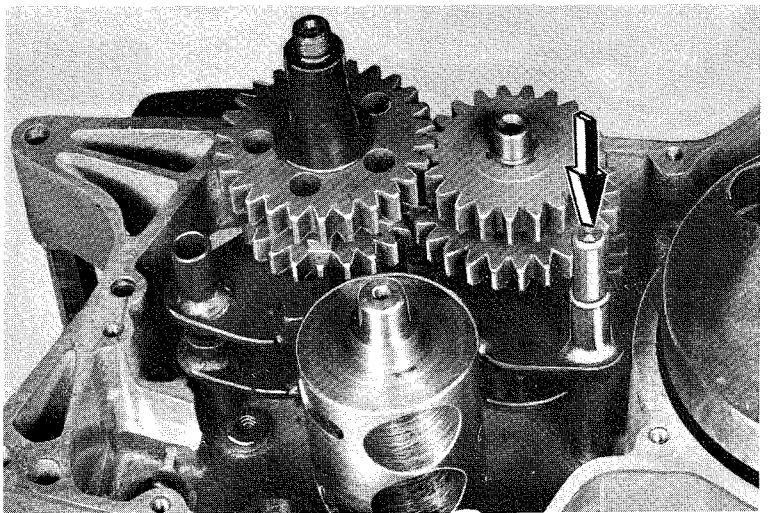

Fig. 20.
20. Insert the front shifting fork shaft. See Fig. 20.